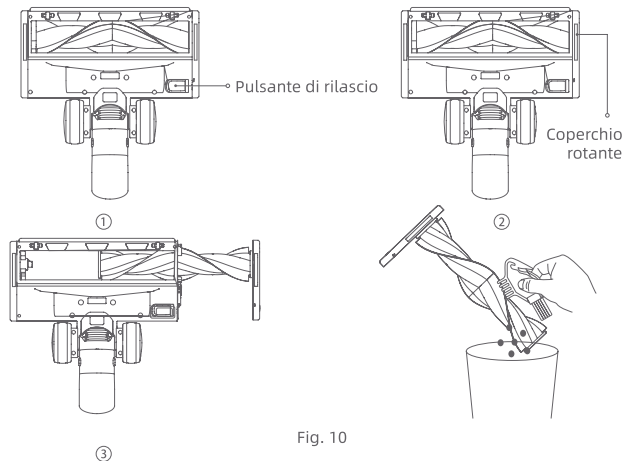

Fig. 10
5. Seguendo l'ordine inverso, spingere un'estremità della spazzola a rullo pulita (o nuova) sull'albero nella spazzola elettrica per pavimenti, quindi agganciare l'altra estremità nella spazzola elettrica per pavimenti, chiudere il coperchio di fissaggio e bloccarlo in posizione. (Fig. 10)